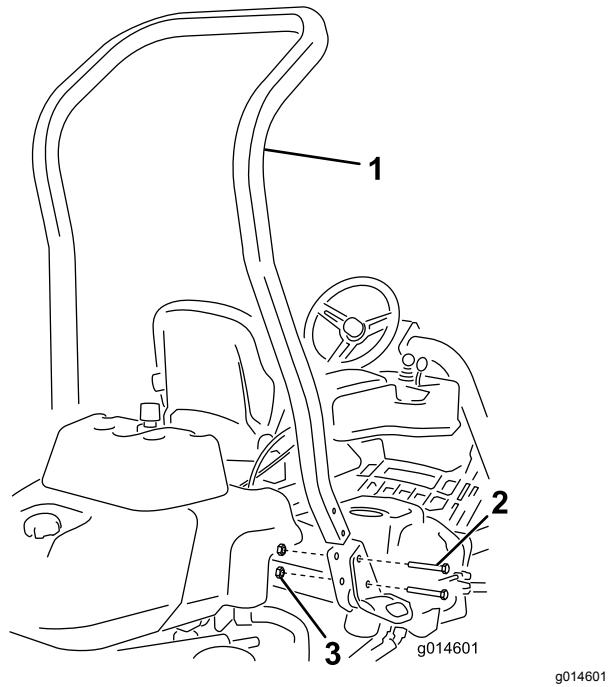

Figura 3
3. Instale la barra antivuelco en los alojamientos laterales de la máquina usando 4 pernos (½" x 3¾") y 4 tuercas con arandela prensada (½"), tal y como se muestra en la Figura 3.